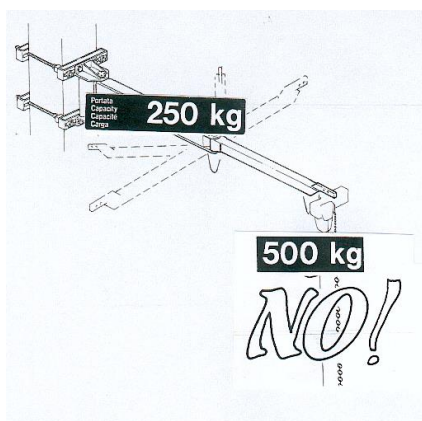

fig.13
- Las características de la unidad de elevación (polipasto), si no forman parte del suministro, sean compatibles con las de la grúa de bandera (ver punto 2.2.7) en relación con: (fig.13)